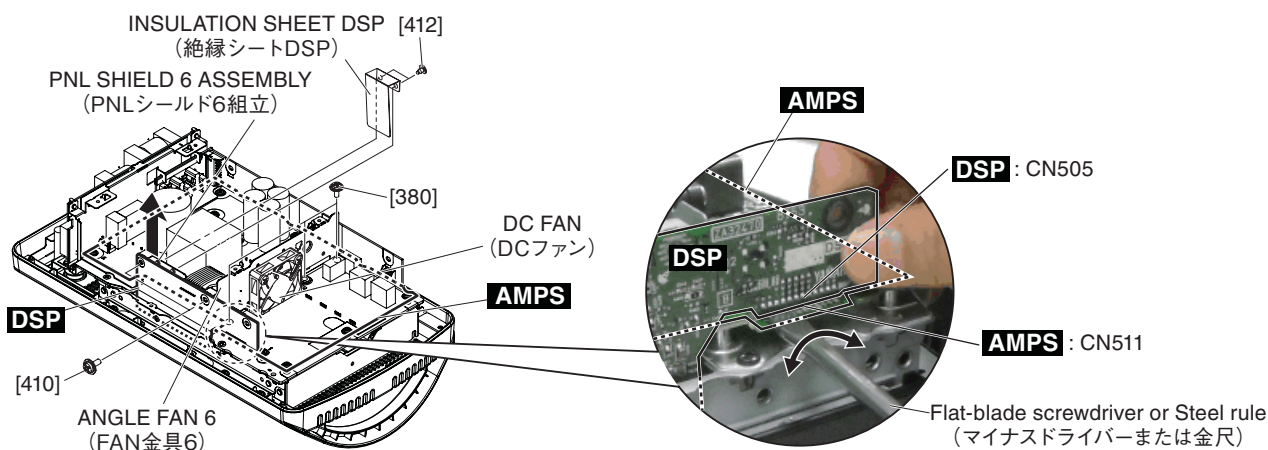
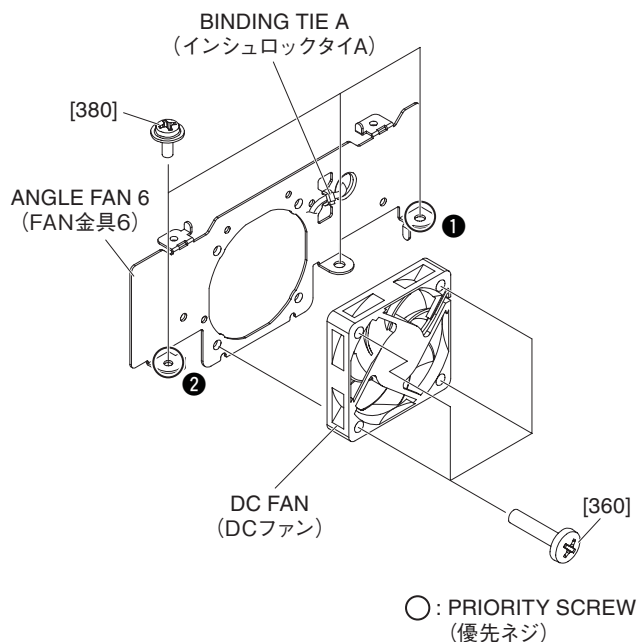

Fig. B-3(図B-3)
Fig. B-4 (図B-4)
Remove the DSP circuit board by pulling it in the direction of the arrow in Fig. B-3.(Fig. B-3)
As shown in Fig. B-3, use either a flat-blade screwdriver or steel rule to open between the circuit boards. (Fig. B-3)
- B-3-4 Remove the two (2) nylon rivets marked [412]. The insulation sheet DSP can then be removed. (Fig. B-3)
(Fig. B-3, Fig. B-4)
- * **When installing the angle fan 6, first tighten the two (2) priority screws in order as shown in Fig. B-4.**
- B-4-4 Remove the four (4) screws marked [360]. The DC fan can then be removed. (Fig. B-4)
- * **Be sure to remove binding tie A. Install as before binding tie A was removed. (Fig. B-4)**
- B-3-3 [410] のネジ 2 本を外して、DSP シートを図 B-3 の矢印の方向へ引き抜いて外します。(図 B-3)
マイナスドライバーか金尺で、図 B-3 のように基板間をこじあけるようにして浮かせます。(図 B-3)
- B-3-4 [412] のプラスチックリベット 2 個を外して、絶縁シート DSP を外します。(図 B-3)
- B-4-3 [380] のネジ 3 本を外して、DC ファンと共に FAN 金具 6 を外します。(図 B-3、図 B-4)
- ※ FAN 金具 6 を取り付けるときには、優先ネジ 2 本を図に示す順で先に締めてください。(図 B-4)
- B-4-4 [360] のネジ 4 本を外して、DC ファンを外します。(図 B-4)
取付けるときには、インシュロックタイ A を取り外す前と同じように取り付けてください。(図 B-4)